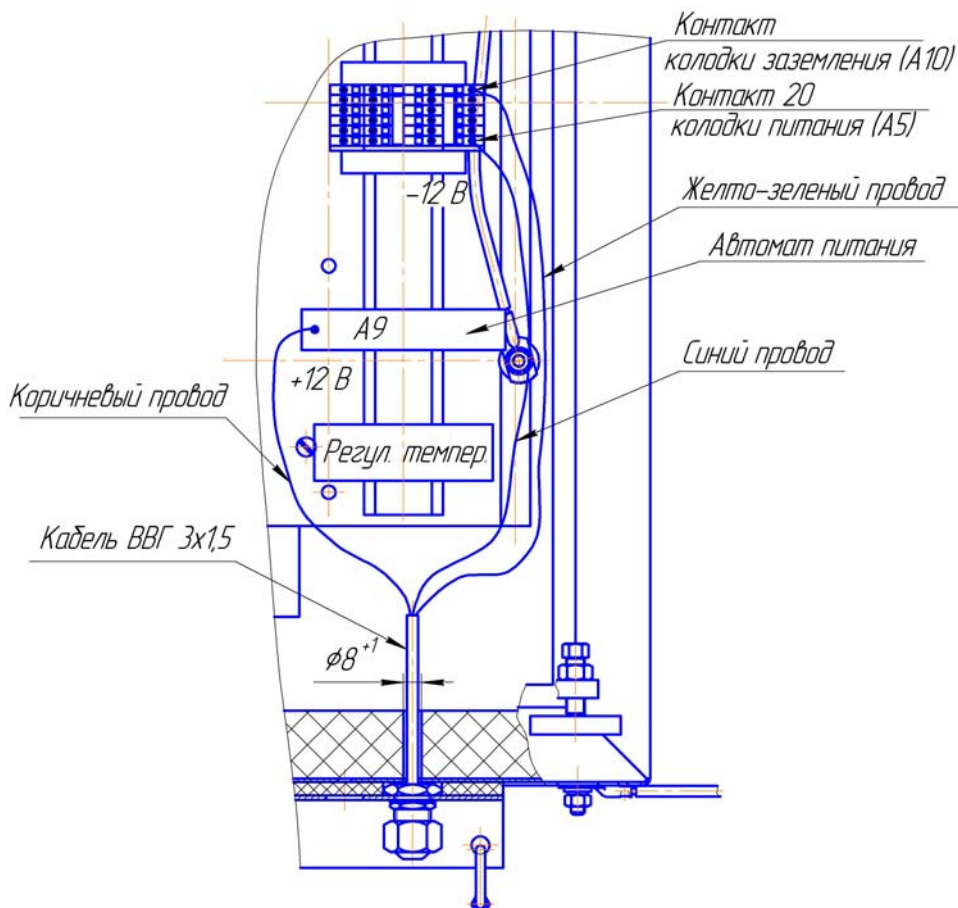

Рис. 6. Подсоединение бокса к внешнему питанию.
2.3.6 Открутить гайку кабельного ввода. Надеть на кабель вместе с **прокладками!** Пропустить кабель через кабельный ввод внутрь бокса на длину обеспечивающую подключение согласно рис. 6. Закрутить гайку, проверив отсутствие перемещение кабеля.
- коричневый (+ 12В) к автомату питания (А9), рис. 6;
- отключить питание автомата А9, рис. 6;
- выкрутить болты (14) крепления съемной панели (10), придерживая панель рукой, панель от падения страхуется карабинами (15);